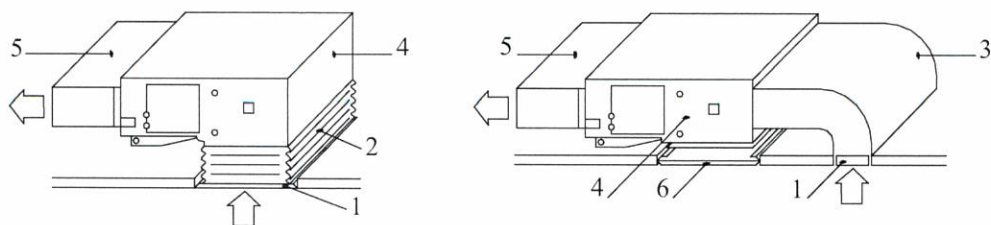

Abb. 12
5. Die Installationsart ist mit Rücksicht auf Bedingungen im Gebäude, Durchführung der Wartung usw. zu wählen. Siehe Abbildung 12.